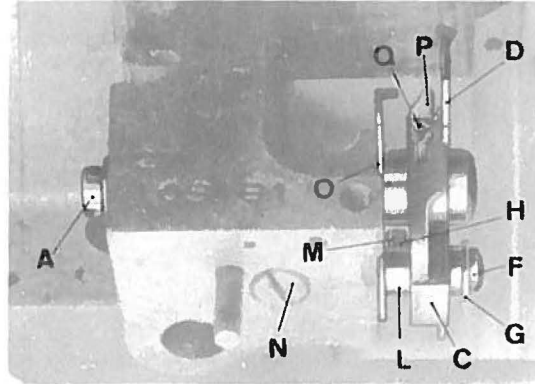

fig. 11
7. Montaggio del coltello Interiore (fig. 11):